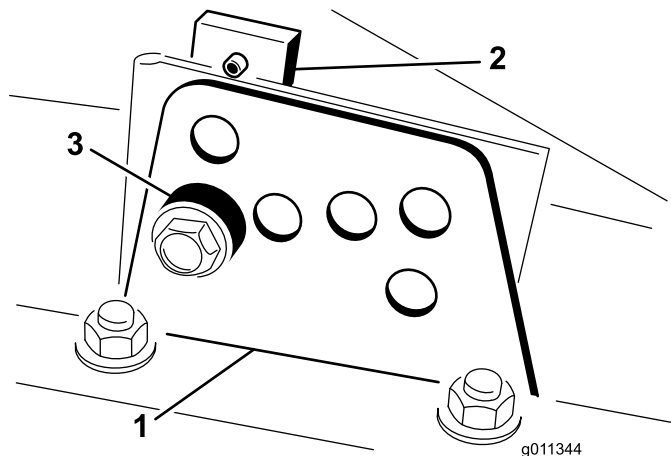

Figura 12
2. Afloje el perno que sujeta cada soporte de altura de corte a la placa de altura de corte (delante y en cada lado), como se muestra en Figura 12.